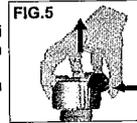

FIG.5
- La poignée adaptateur Quick-On+ (5) est en position « OFF » (elle se ferme en lui faisant faire un demi-tour dans le sens des aiguilles d'une montre jusqu'à l'arrêt : la flamme rouge sur la poignée n'est pas visible (« OFF »)).
Ensuite démontez le adaptateur Quick-On+ en appuyant horizontalement sur la poignée (5) et en la tirant en même temps vers le haut (Fig. 5).